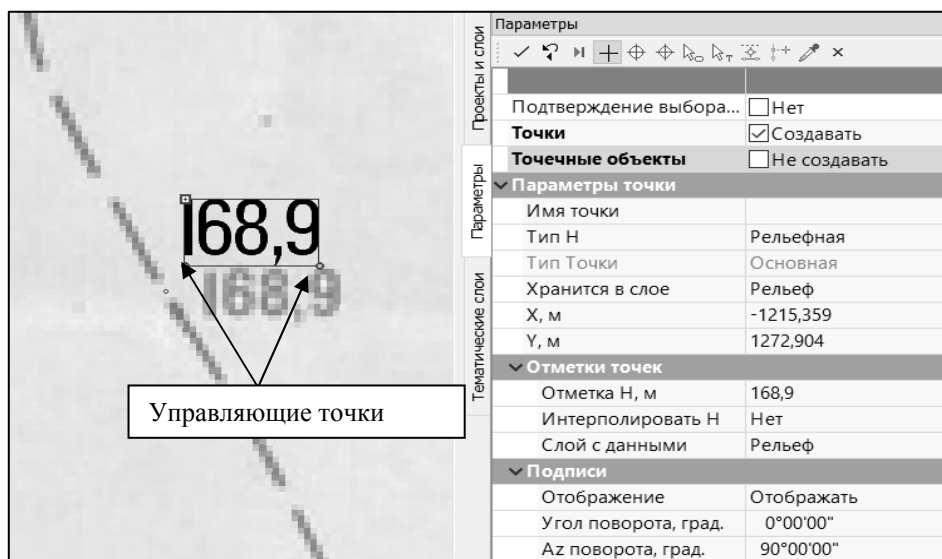

Рис. 2.4. Построение точки
отметку. В окне параметров в строке ОТМЕТКА Н, м, введите отметку создаваемой точки (рис. 2.4). Подтвердите введенное значение нажатием клавиши ENTER.
8. Переместите подпись так, чтобы ее было удобно читать. Для этого курсором захватите у подписи правую управляющую точку (указав левую управляющую точку, подпись можно повернуть) перенесите подпись (см. рис. 2.4) и зафиксируйте ее положение.